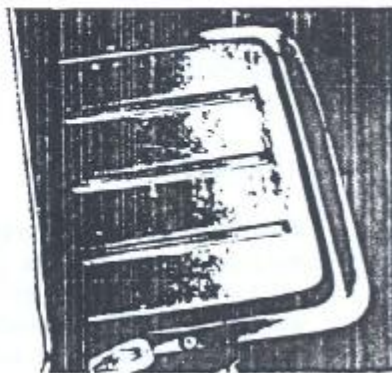

Figura 9.15.1 - Fixação da tampa de acesso
2. Remover os dois parafusos de fixação da tampa de acesso à bateria (Figura 9.15.1).